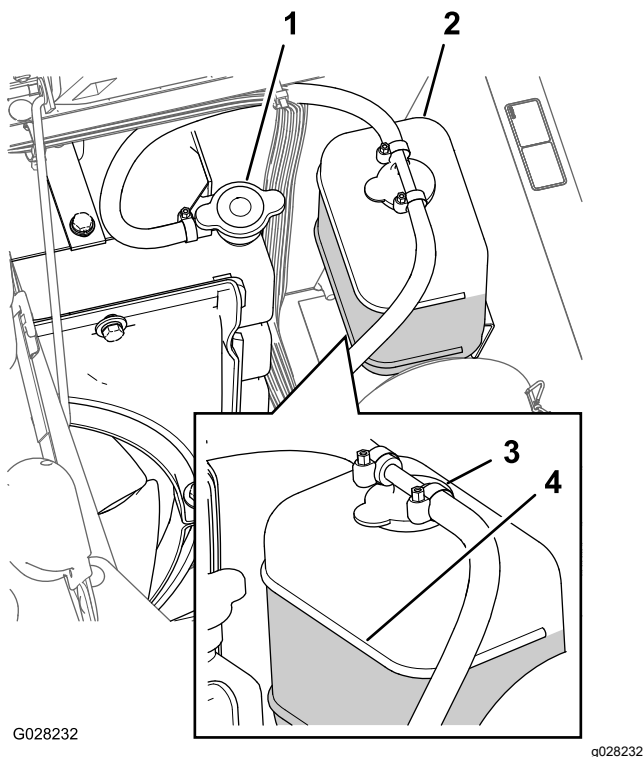

Bild 100
3. Schrauben Sie den Kühlerdeckel und den Deckel vom Ausdehnungsgefäß vorsichtig ab (Bild 100).
Hinweis: Der Kühler muss bis zur Oberkante des Füllstutzens, und das Ausdehnungsgefäß bis zur Voll-Markierung am Behälter gefüllt sein (Bild 100).
- Wenn der Kühlmittelstand niedrig ist, nehmen Sie den Deckel des Ausdehnungsgefäßes und den Kühlerdeckel ab. Füllen Sie dann das Ausdehnungsgefäß bis zur VOLL-Markierung und den Kühler bis zur Oberkante des Einfüllstutzens (Bild 100).
- Drehen Sie die Deckel wieder auf das Ausdehnungsgefäß und den Kühler auf (Bild 100).
- Warten Sie, bis der Motor abgekühlt ist, und nehmen Sie dann den Kühlerdeckel ab (Bild 100).
- Nehmen Sie den Kühlerdeckel ab (Bild 100).
8. Lassen Sie den Motor an, wenn der Deckel lose auf dem Kühler sitzt (**Bild 100**).
10. Wenn das Kühlmittel warm ist, füllen Sie Kühlmittel bis zur Dichtungsfläche des Deckels nach und drehen Sie den Deckel fest (**Bild 100**).
11. Nehmen Sie den Deckel des Ausdehnungsgefäßes ab und füllen Sie den Behälter bis zur Cold-Markierung mit Kühlmittel (**Bild 100**).